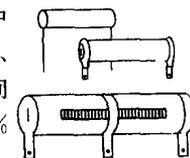

图 1-1-5
(7) 线绕电阻。这种电阻多用镍铬丝或锰铜丝或康铜丝等绕在陶瓷体(管或片)上制成,在外面覆以绝缘漆或玻璃釉等。这种电阻功率大(1W以上),阻值稳定、耐高温。其外形如图1-1-5所示。